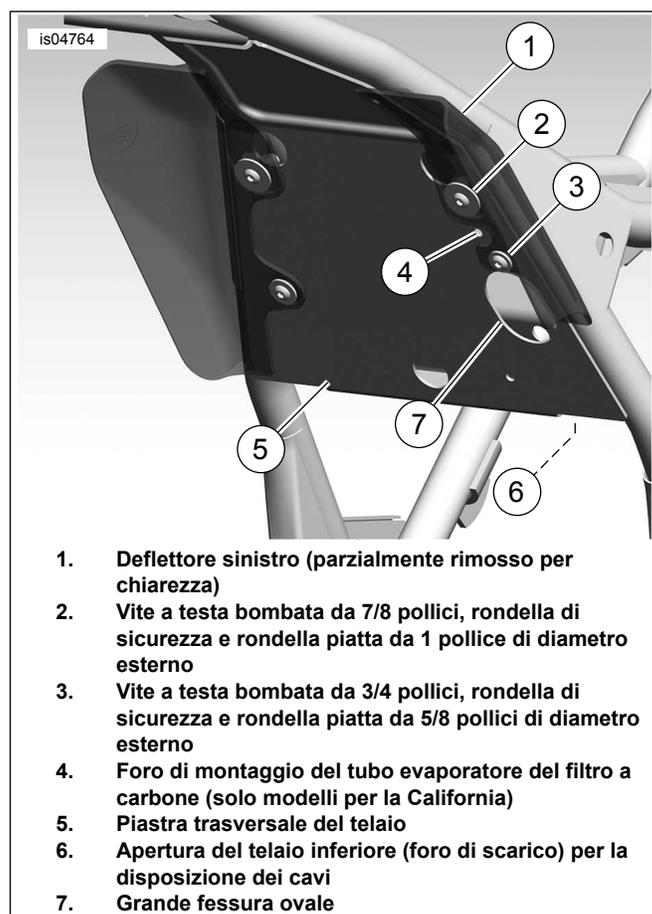

Figura 5. Modelli 2008: Posizioni dei dispositivi di fissaggio - Vista del retro del telaio del cilindro posteriore (motore rimosso per chiarezza)
6. Vedere Figura 5 Rimuovere il deflettore d'aria di sinistra (1) e la bulloneria (2 e 3).
11. Vedere Figura 5 Collocare in posizione il deflettore dell'aria e la maniglia di regolazione, mentre si fa passare il cavo dello schienale attraverso la grande fessura ovale (8) nella piastra trasversale del telaio (5) e poi verso il basso, attraverso l'apertura sul telaio inferiore (6,) nello scomparto che si trova dietro la piastra trasversale del telaio.